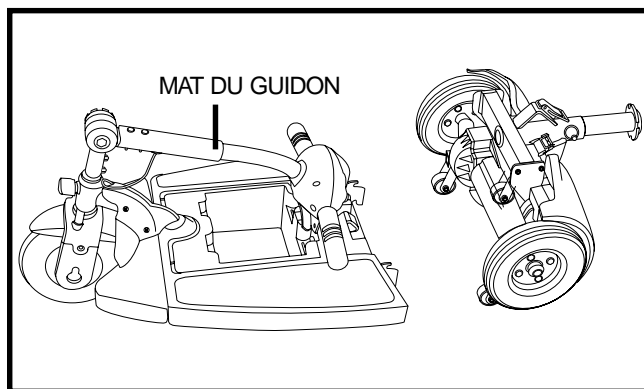

Figure 25. Sections du cadre
3. Éloignez la section avant de la section arrière. Voir la figure 25.
1. Positionnez les sections de votre scooter tel qu'illustré à la figure 25.